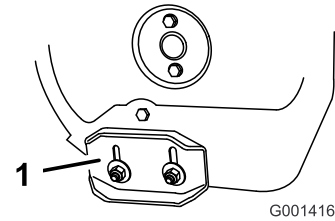

Figura 42
3. Allentate i dadi che fissano entrambe le slitte ai lati della coclea, finché le slitte non scorrono liberamente verso l'alto ed il basso (Figura 42).